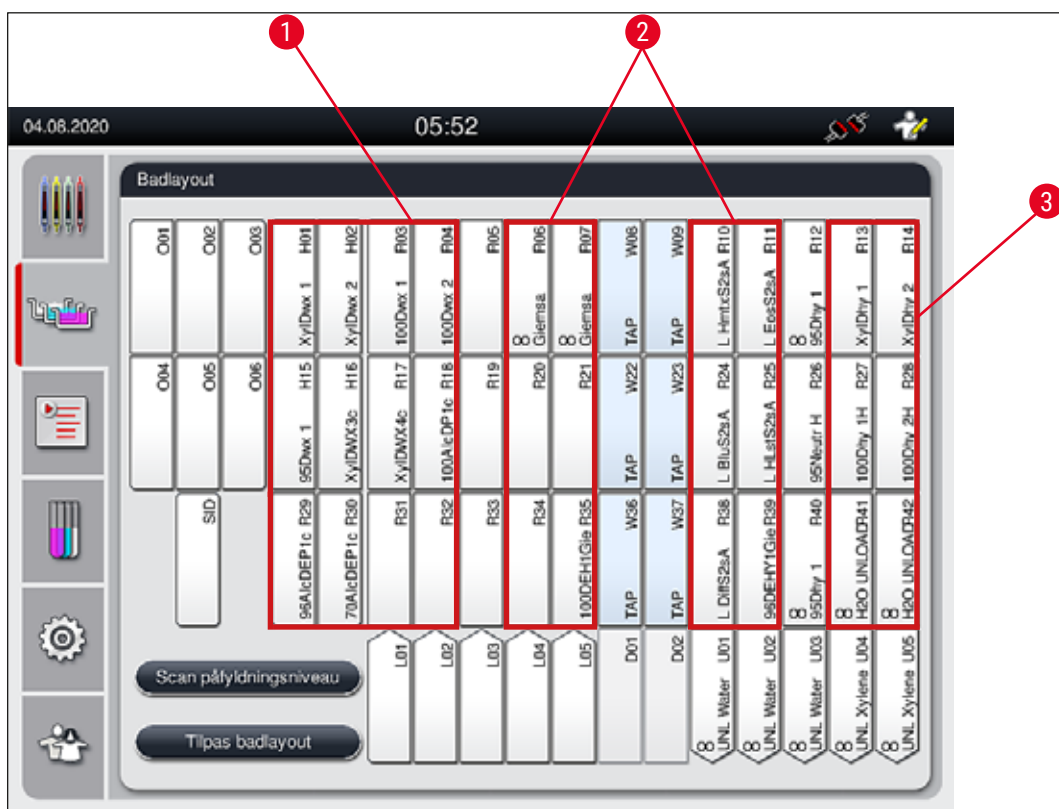

Fig. 40
- Færvningsreagenser, som kræver et efterfølgende skyllevandstrin, anbringes ved siden af skyllevandskuvetterne (→ "Fig. 40").